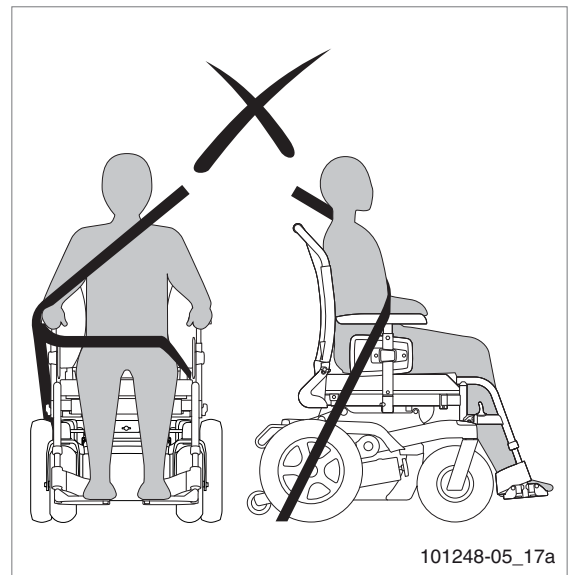

Figura 16
- Assicurarsi che il contatto della cintura di sicurezza con il corpo non sia ostacolato da parti della carrozzina, come braccioli e ruote (Figura 16)